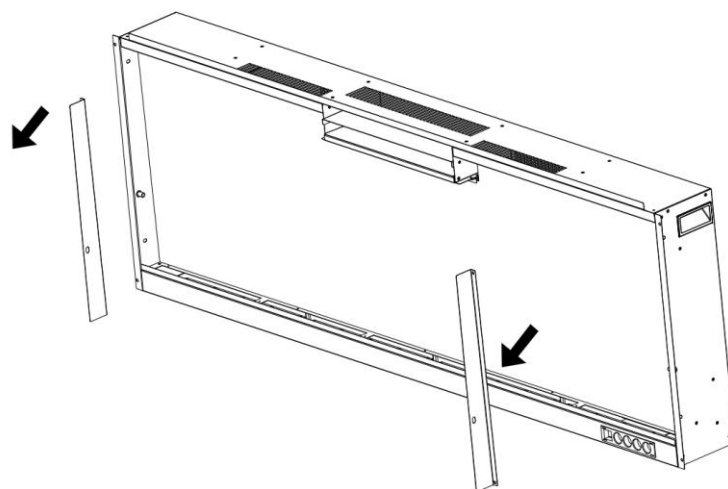

рис. 2-2
- В.** Снимите две скобки и отложите их в сторону (рис. 2-2)